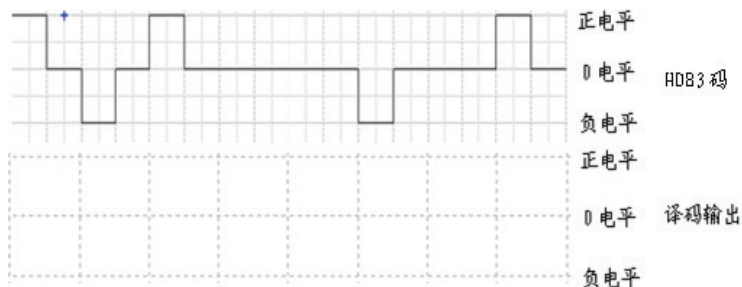

图 3-8-4 3 级伪码输入时绘制 HDB3 码译码后输出的波形图
② “3级伪码”输入：编码板 HDB32 的 J1 输入“3级伪码”，用四踪示波器测试译码板 HDB33 模块的 TP11 和 TP12，依据图 3-8-4 给出的 HDB3 码（HDB33 模块的 TP11 测试端）的波形图，绘制出译码输出（HDB33 模块的 TP12 测试端）的波形图（注：一个大虚线格为一个码元持续的时间）。